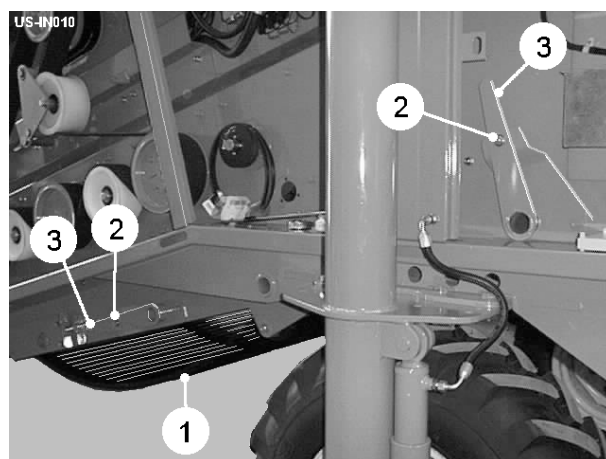

Fig 9
Underweb (item, fig 9) monteret under stjernerne overfører stenene og klodsen til tværtransportøren. En række bæltter er tilgængelige, der passer til forskellige forhold. Manuelle omrørere foran og bag er monteret, som kan justeres for at øge / mindske mængden af omrøring. For at justere skal du fjerne holderboltene (item 2 fig 9) og dreje omrøringsgrebene (item 3, fig 9) til den ønskede position. Ved at dreje omrøringsgrebene med uret mindskes omrøringen.